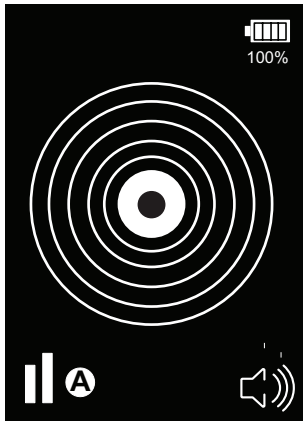

Abb. 7: Alarmanzeige
- Wenn Kältemittel erfasst wird, nehmen die Tonfrequenz und Tonhöhe zu, und auf dem Display erscheinen bei zunehmender Kältemittelkonzentration von der Mitte nach außen anwachsende konzentrische Ringe (siehe Abb. 7).